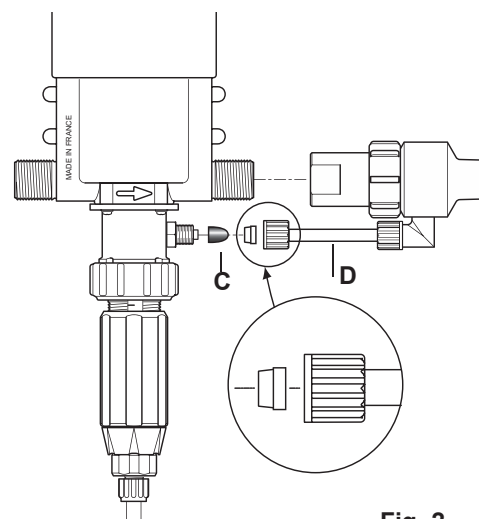

Fig. 2
Per i modelli Iniezione Esterna (IE) che permettono di lavorare con certi concentrati corrosivi, il Dosatron è anche consegnato con un sottoinsieme iniezione esterna (**Fig. 2-D**).
ATTENZIONE ! - Lasciare la succhieruola a circa 10 cm dal fondo del serbatoio di soluzione per evitare di aspirare le particelle insolubili che possono danneggiare il corpo dosatore (Fig. 2).